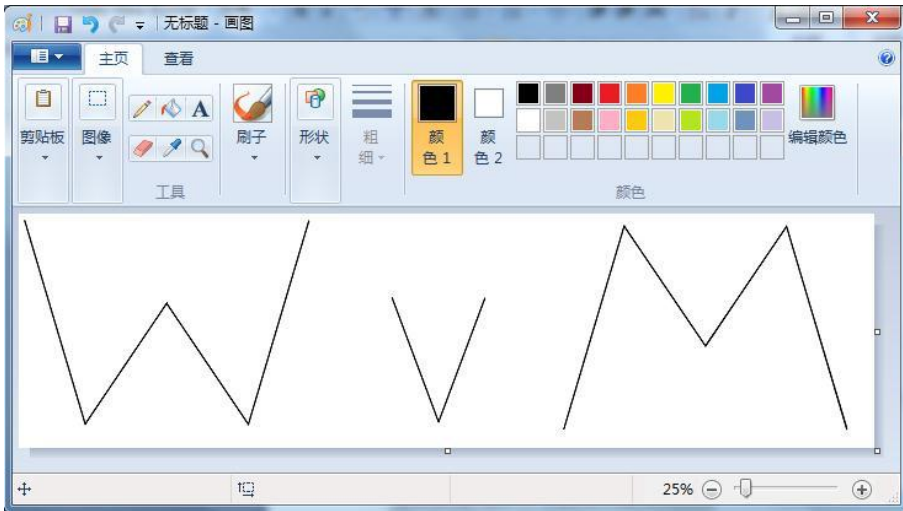

图 21.1 在画图板上画任意波形
- 1) 如图 21.1 所示，在画图板上任意画一个函数波形。所谓函数波形就是一个横坐标只有一个纵坐标点与之对应。考虑到将来大家还能认出来，我们选用了英文字母里能够构成函数波形的字母“WwM”。